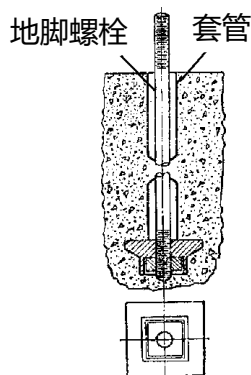

图 4.2 地脚螺栓
- a. 在地脚螺栓头部焊一防转棒，并在地脚螺栓穿过厚铁板后套入套管内（见图 4.2）。